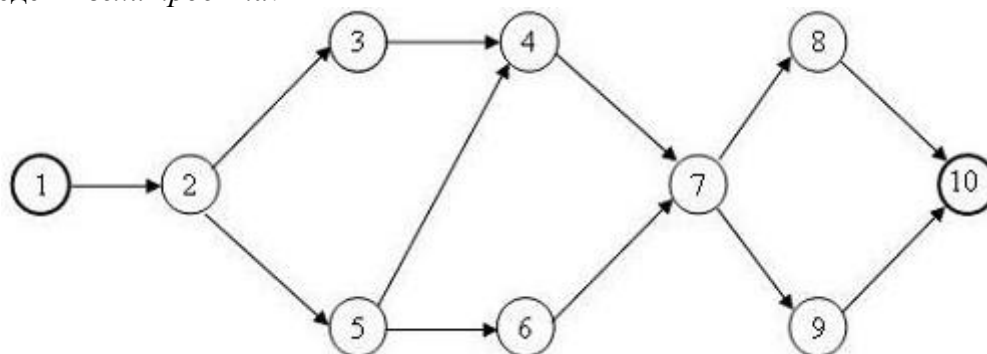

Рис. 6.1. Сетевой график проекта
Сетевой график для данного проекта изображен на рис.6.1. На нем вершины, соответствующие обычным работам, обведены тонкой линией, а толстой линией обведены *вехи проекта*.
**Пример.** Найдём критические работы и критический путь для проекта "Разработка программного комплекса", сетевой график которого изображен на рис.6.1, а длительности работ исчисляются днями и заданы в табл.6.1.